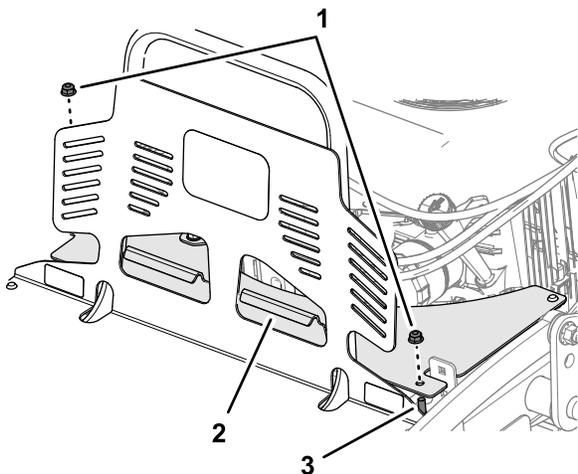

**Figura 34**
2. Ruotate in avanti la protezione del motore, come illustrato nella Figura 34.